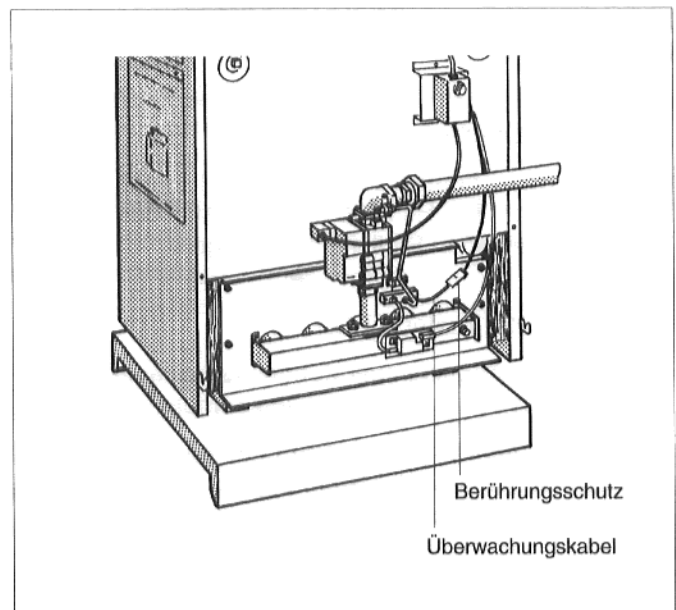

Abb. 11: Überwachungskabel
- Berührungsschutz am Überwachungskabel (Abb. 11) entfernen und Steckverbindung lösen.